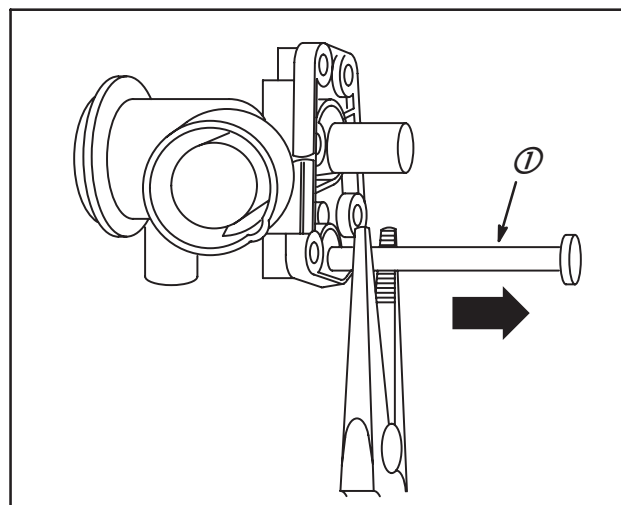

Fig. 5
Dépose du tube plongeur d'essence (Fig. 5)
Le tube plongeur (1) du carburateur Pulsa-Prime est juste enfoncé dans le corps de carburateur. Il faut appliquer une force importante pour extraire le tube, Fig. 5.